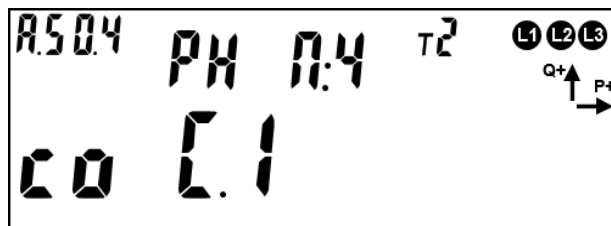

Рисунок 145 – РУН в состоянии «замкнуто»
- Вариант 1: (см. рисунок 145)
6.8.8.5 На ЖКИ отображено (см. рисунок 145):